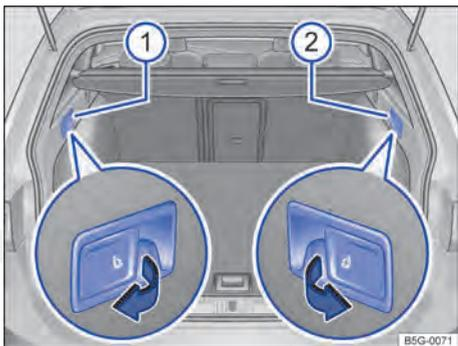

Fig. 96 No compartimento de bagagem: alavanca de destravamento à distância para a parte esquerda ① e a para parte direita ② do encosto do banco traseiro.
- Puxar a alavanca de destravamento à distância para o encosto do banco traseiro esquerdo ⇒ Fig. 96 ① e direito ② no sentido da seta. A parte destravável do encosto do banco traseiro é rebatida automaticamente para frente.